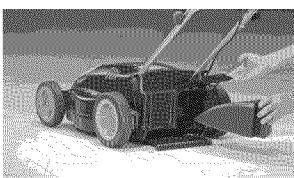

Figure 10 - Plaque de déchiquetage
3. Insérez la plaque de déchiquetage jusqu'à ce que l'extrémité soit à effleurement avec l'orifice de sortie (voir la Figure 10).
1. Soulevez le protecteur à charnières de la sortie à l'arrière de la tondeuse (voir la Figure 10).